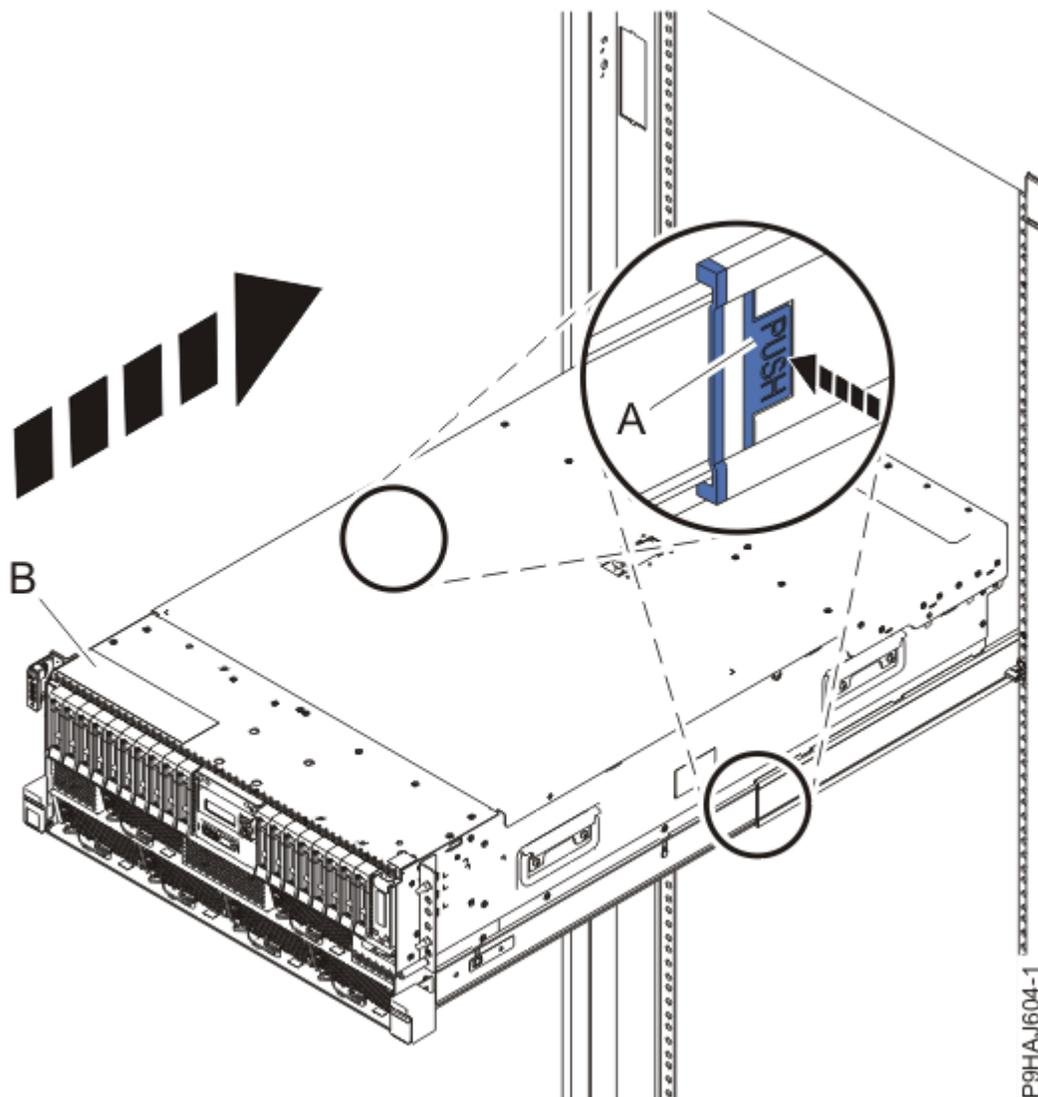

Figura 88. Colocar o sistema na posição de funcionamento
3. Para um sistema montado em bastidor, solte as patilhas azuis de segurança do bastidor **(A)** conforme apresentado na Figura 88 na página 93 ao as empurrar para dentro.